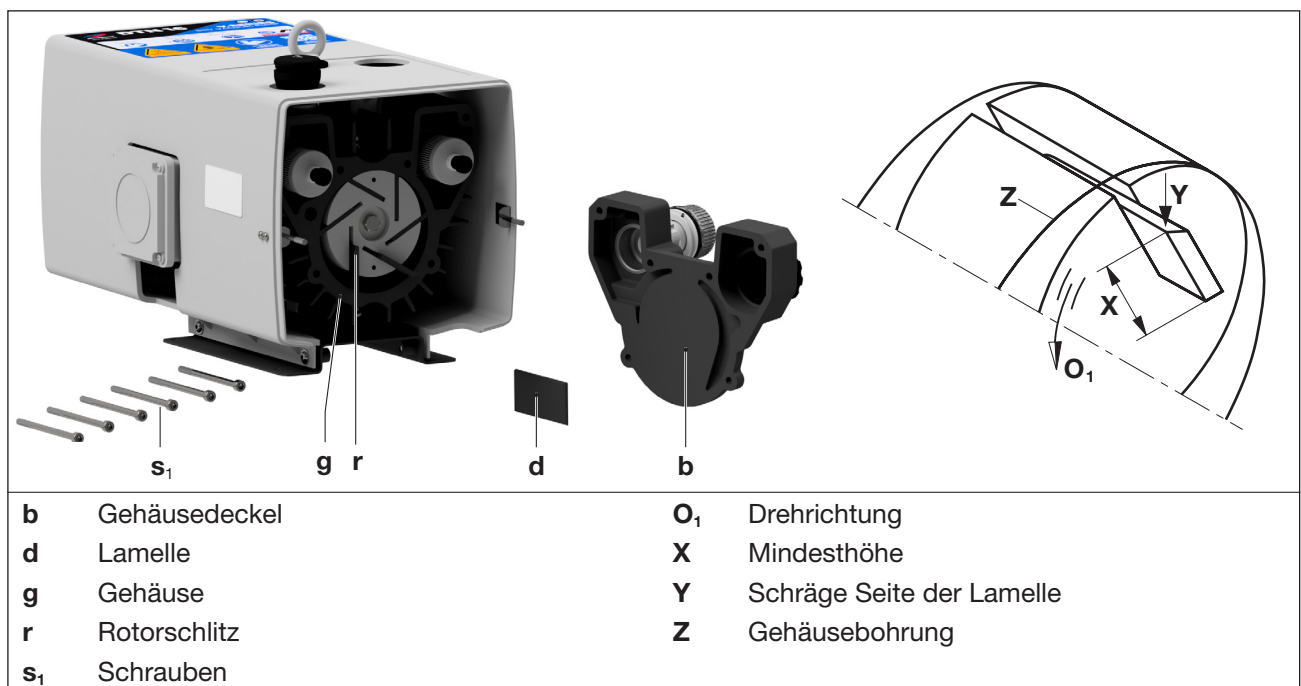

Abb. 5 Lamellenwechsel
- Sechs Schrauben (Abb. 5/s1) am Gehäusedeckel (Abb. 5/b) lösen und den Gehäusedeckel entfernen.
- Alle Lamellen (Abb. 5/d) zur Überprüfung herausnehmen.
Die Lamellen müssen folgende Mindesthöhe (Abb. 5/X) haben:
- Das Gehäuse (Abb. 5/g) und die Rotorschlitze (Abb. 5/r) ausblasen.
- Alle Lamellen (Abb. 5/d) in die Rotorschlitze (Abb. 5/r) einlegen. Beim Einlegen ist darauf zu achten, dass die Lamellen mit der schrägen Seite (Abb. 5/Y) nach außen zeigen und in Drehrichtung (Abb. 5/O1) mit dem Verlauf der Gehäusebohrung (Abb. 5/Z) übereinstimmen.
- i) Den Gehäusedeckel (Abb. 5/b) mit den sechs Schrauben (Abb. 5/s1) montieren.